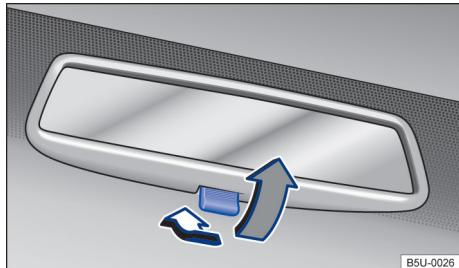

Fig. 66 No para-brisa: espelho retrovisor interno com antifuscante manual.
- Posição noite: puxar a alavanca → Fig. 66 (seta cinza), para evitar o ofuscamento dos faróis dos veículos que trafegam atrás.